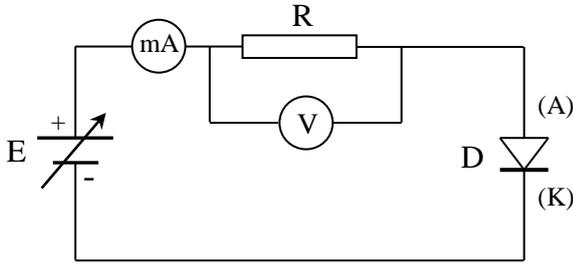

Fig. 8
- 1- Réaliser le montage de la (fig. 8).